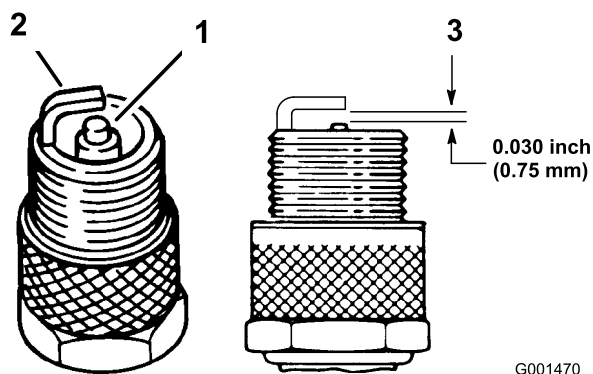

Figure 35
1. Examinez le centre des bougies (Figure 35). Si le bec isolant est recouvert d'un léger dépôt gris ou brun, le moteur fonctionne correctement. S'il est recouvert d'un dépôt noir, cela signifie généralement que le filtre à air est encrassé.
3. Contrôlez l'écartement entre l'électrode centrale et l'électrode latérale (Figure 35). Courbez l'électrode latérale (Figure 35) si l'écartement est incorrect.
3. Connectez les bougies (Figure 35).